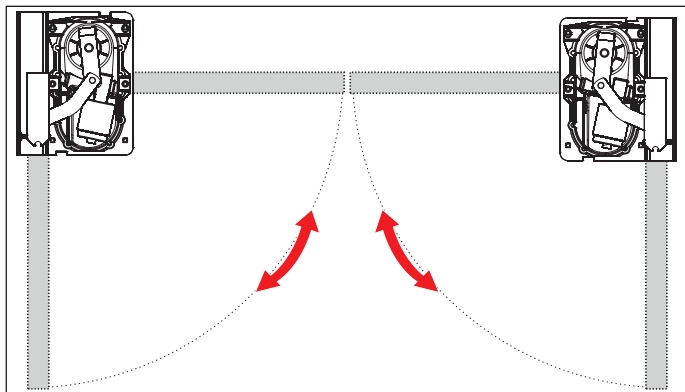

Abb. 3
1. Den Fundamentkasten mit der Antriebseinheit entsprechend der Öffnungsrichtung des Torflügels in das vorbereitete Fundament legen, wie in Abb. 3 dargestellt. Siehe auch Kapitel „3.4 Erläuterungen der verwendeten Begriffe und Werkzeugsymbole“.